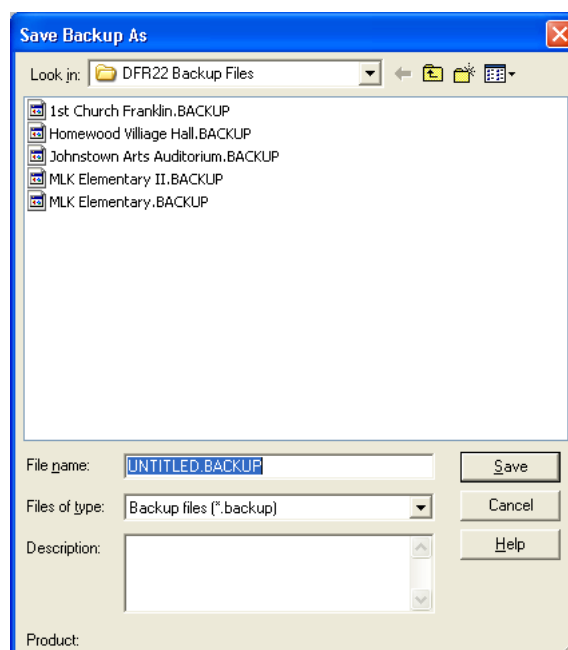

ABBILDUNG 4-6: Dialogfeld "Save Backup As" (Datensicherung speichern unter)
5. Das Dialogfeld "Save Backup As" wird eingeblendet (siehe Abb. 4-6 unten rechts).
3. Das Dialogfeld "Open Backup" (Datensicherung öffnen) ähnlich dem Dialogfeld "Save Backup As" wird eingeblendet (siehe Abb. 4-6).